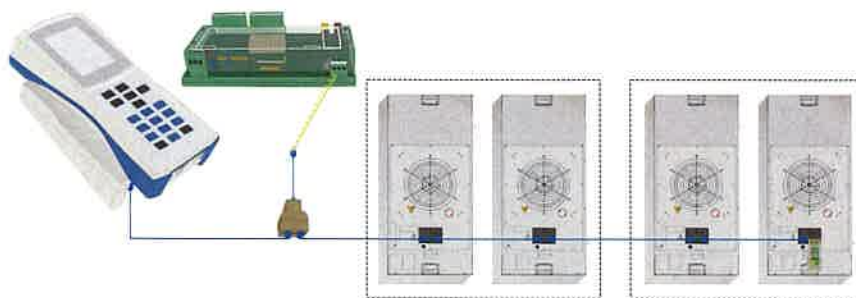

Abb. 15: Installationsbeispiel mit 2 Gruppen und IO Modul
8. Originalzustand wieder herstellen (s. Abb. 15)